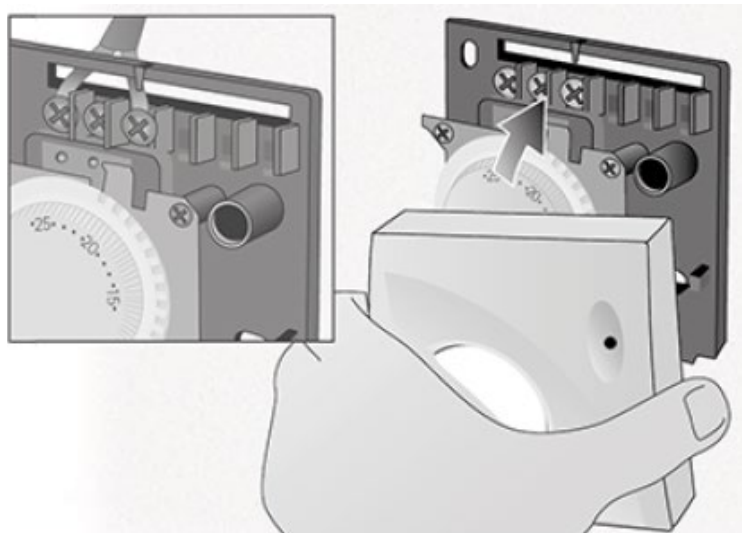

Рис. 6 Подключение соединительного кабеля к комнатному термостату
Подключение кабеля к комнатному термостату выполняется в соответствии Рис. 6.
- 2) удалить перемычку между двумя разъемами клеммной колодки (см Рис. 6);